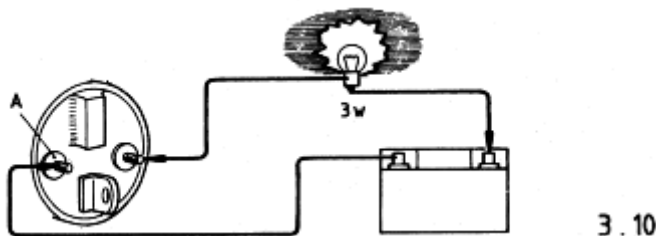

Figura 58: Primeiro circuito de prova: teste de circuito interrompido ([6])
Primeiro verifica-se a continuidade das ligações do relé. De seguida desliga-se o cabo da massa da bateria, depois desligamos os cabos do relé para possibilitar a sua alimentação directamente sem hipóteses de fuga. A figura 58 mostra um circuito de provas. Se ligarmos um dos bornes da bateria ao terminal de alimentação do relé (A), a lâmpada (2 a 3 volts) dá-nos a indicação se o circuito está interrompido ou não. Se a lâmpada acender é sinal que o circuito não está interrompido.